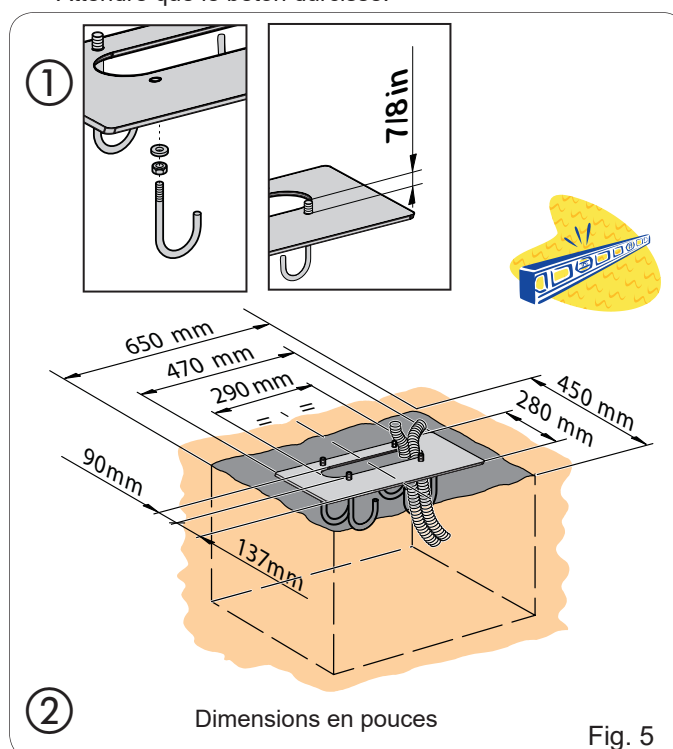

Fig. 5
- Assembler la plaque de fondation d'après la Fig. 5 réf. ①
- Construire une dalle en béton d'après la Fig. 5 réf. ②
- Placer la plaque de fondation d'après la Fig. 5 réf. ② en prévoyant un ou plusieurs conduits pour le passage des câbles électriques.
Pour des raisons dimensionnelles, les goulottes de câbles doivent être placées d'un côté de l'espace prévu à la base de la barrière (voir Fig. 5).